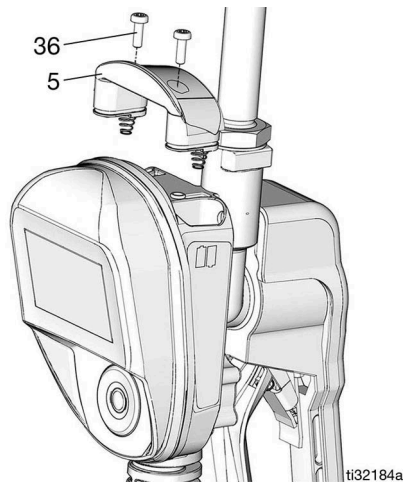

FIG. 40
5. Vuelva a colocar la tapa (5) y los tornillos (36). No apriete demasiado los tornillos (FIG. 40).